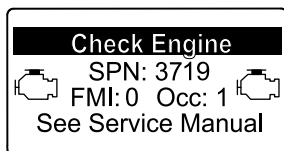

Figure 48
- Si une régénération d'urgence est nécessaire, l'InfoCenter affiche un avertissement moteur SPN 3719, FMI 16 (Figure 48) et le calculateur moteur réduit la puissance du moteur à 85 %.